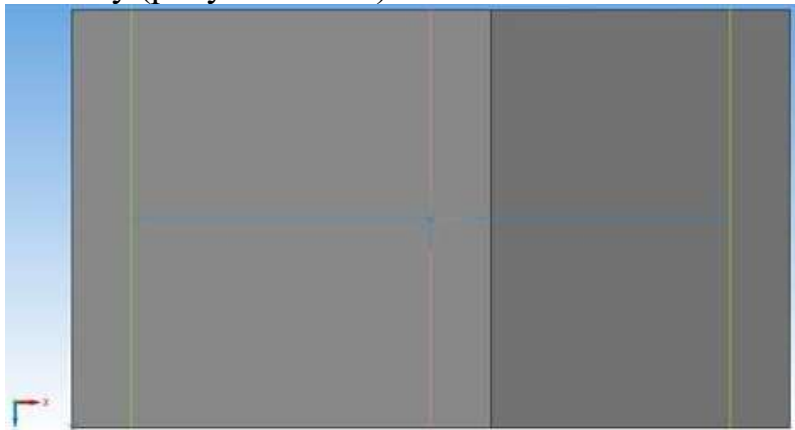

Рисунок 13.23 – Ввод отрезка с помощью непрерывного ввода объекта
10. Выберите команду Непрерывный ввод объекта, Выберите Отрезок. Укажите первую точку (рисунок 13.23).